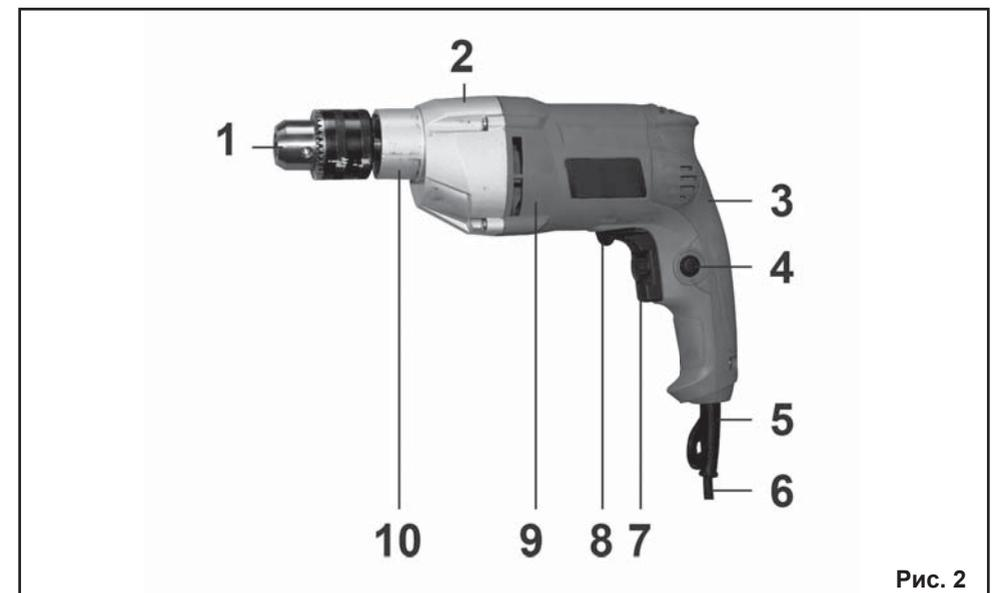

Рис. 2
6. УСТРОЙСТВО ДРЕЛИ (Рис.2)
6.1. Устройство дрели представлено на Рис.2.
- ЗАПРЕЩАЕТСЯ производить изменение направления вращения патрона (1) переключателем реверса (8) при нажатом выключателе (7) и вращающемся патроне (1).**
7. ПОДГОТОВКА К РАБОТЕ И РЕГУЛИРОВКА (Рис.2)
8. ПОРЯДОК РАБОТЫ ДРЕЛЬЮ (Рис.2)
9. ТЕХНИЧЕСКОЕ ОБСЛУЖИВАНИЕ (Рис.2)